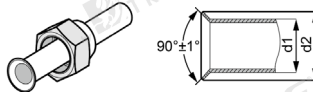

Fig. 12
3. Retire la tuerca acampanada que conecta la tubería de conexión interior y la unidad exterior. A continuación, utilice la herramienta de flareo para fijar la tuerca acampanada en la tubería (como se muestra en la Fig.12).